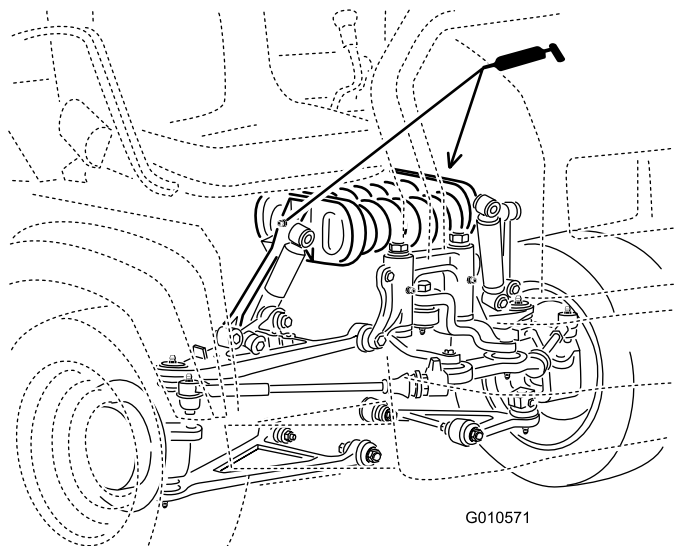

Figura 30
- **Support arc (2);** consultați Figura 30